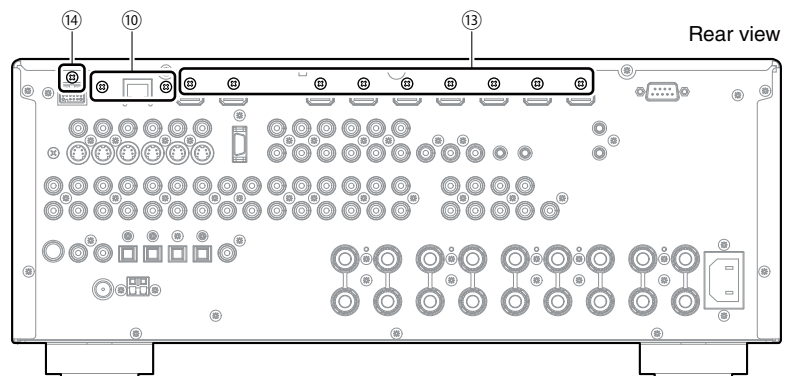

Fig. 3
- b. Remove 2 screws (10). (Fig. 3)
- b. 10 のネジ 2 本を外します。(Fig. 3)
- b. Remove 9 screws. (13) and screw (14). (Fig. 3)
- b. 13 ネジ 9 本、14 のネジ 1 本を外します。(Fig. 3)